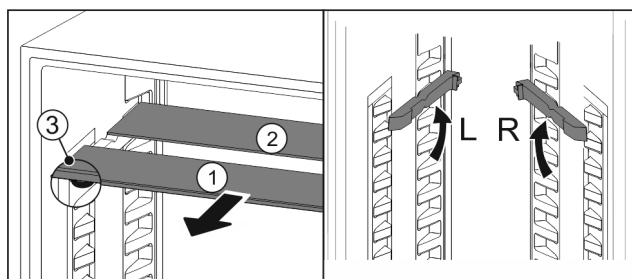

Fig. 58
- ▶ Ištraukite Fig. 58 (1) stiklines lentynėles po vieną į priekį.
- ▷ Stiklinė plokštė Fig. 58 (1) su apdailos juoste yra priekyje.
- ▷ Stabdikliai Fig. 58 (3) nukreipti žemyn.